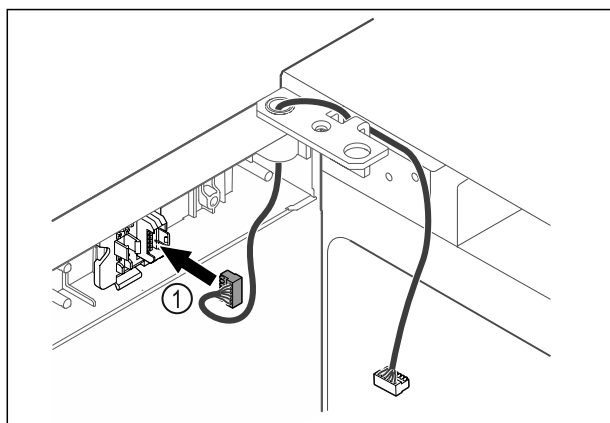

Fig. 63
- Stekker Fig. 63 (1) in stekkerhouder steken.